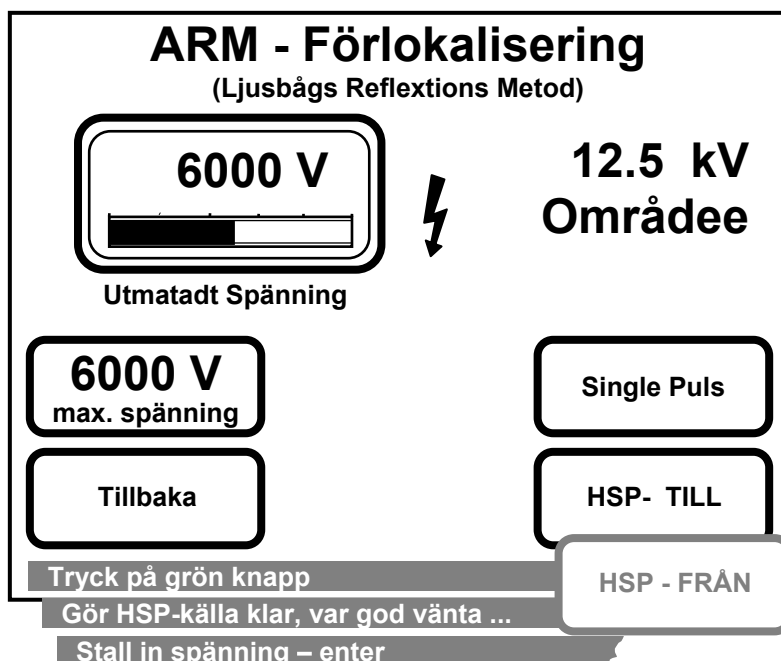

Fig. 12: Meny Arc Reflection Method ARM
3. Efter inställning av önskat spänningsområde kommer ovanstående meny (Fig. 12: Meny Arc Reflection Method ARM Förlokalisering) att visas.